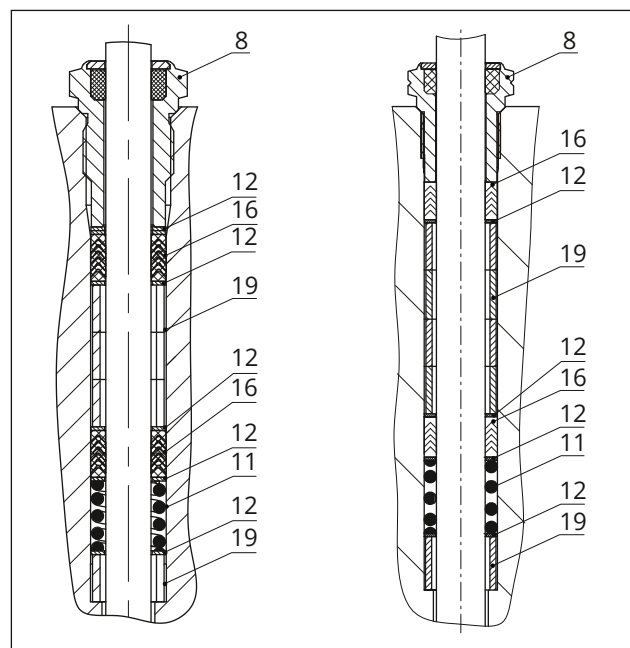

Рис. 25: Стандартный сальник: DN 15...40/NPS 1/2...1 1/2 (слева) и DN 50...100/NPS 2...4 (справа)
- Аккуратно продвиньте детали сальниковой набивки при помощи соответствующего инструмента по штоку плунжера в уплотнительное пространство. При этом обращайтесь внимание на правильный порядок расположения деталей, см. Рис. 25.
- Плотно вставьте плунжер (5) в седло (4). При этом закрепите фланец (2) с помощью гаек корпуса (14). Последовательно затяните гайки крест-накрест. Соблюдайте моменты затяжки.
- Вверните и затяните резьбовую втулку (8). Соблюдайте моменты затяжки.
- Установите раму (3) на фланец (2) и привинтите корончатой гайкой (92).
- Навинтите, не закрепляя, контргайку (10) и соединительную муфту (9) на шток плунжера.
12. Аккуратно продвиньте детали сальниковой набивки при помощи соответствующего инструмента по штоку плунжера в уплотнительное пространство. При этом обращайтесь внимание на правильный порядок расположения деталей, см. Рис. 25.
13. Плотно вставьте плунжер (5) в седло (4). При этом закрепите фланец (2) с помощью гаек